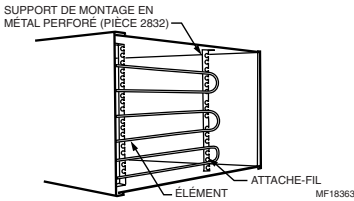

Fig. 7. Élément du capteur des températures moyennes monté dans une gaine à l'aide d'un support de montage en métal perforé.
1. Percer un grand trou pour passer l'élément sensible dans la gaine et deux trous pour les vis à tôle n° 8. Voir la Fig. 7.
5. Bien fixer l'élément dans la gaine. La Fig. 7 montre un élément installé.